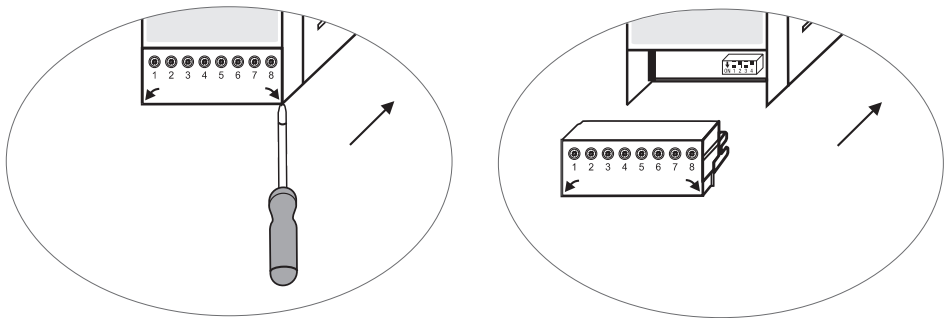

Fig. 15
- Verwijder de bovenste en onderste klemmenstrook (Fig. 15)